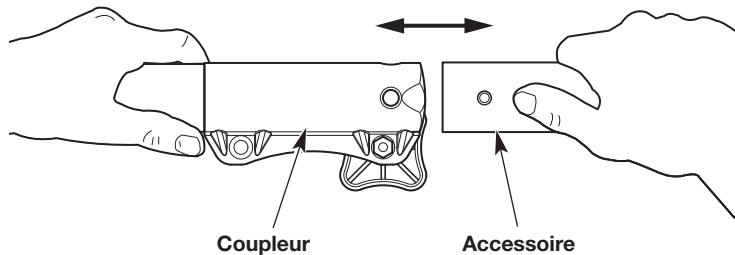

Fig. 3
4. Retirez l'accessoire du coupleur (Fig. 3).